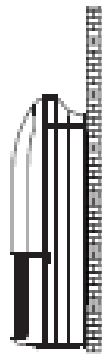

Fig.5-4
- Por favor, refira-se à Fig. 5-3 e Fig. 5-4 para a distância dos parafusos suspensos.